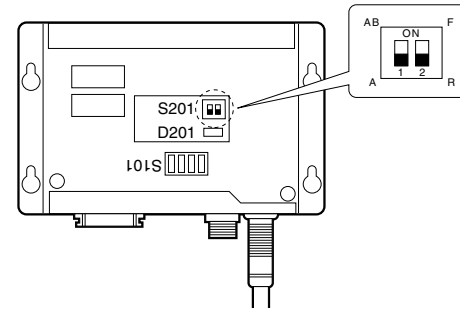

Abb. 3-3
- Nehmen Sie die Abdeckung der Einheit PL23 ab, und prüfen Sie, ob die LED (Abb. 3-3., D201) bei Passieren des Bezugspunkts leuchtet. Wenn die LED nicht leuchtet, verstellen Sie den Schalter (S201 Nr.2, F/R) an der Platine von F zum R (oder von R zum F), und passieren dann den Bezugspunkt erneut in derselben Richtung. Wenn die LED nun leuchtet, funktioniert der Aufbau einwandfrei. Dann die Abdeckung wieder anbringen.